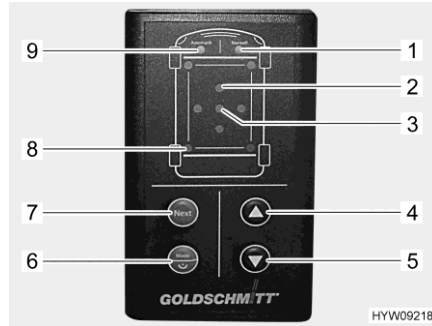

Fig. 44 Elemento de mando (apoyos de elevación hidráulicos)
Si el desequilibrio del vehículo es demasiado elevado, parpadea el LED rojo correspondiente "Inclinación" (Fig. 44,2). Seleccionar un soporte adecuado o manejar manualmente los apoyos de elevación bajo su propio riesgo.
Si por una depresión en el suelo, al extraer un apoyo de elevación, se ha alcanzado su longitud máxima, parpadean los LED "Funcionamiento manual" (Fig. 44,1) y "Modo automático" (Fig. 44,9) tres veces. En este caso, plegar los apoyos de elevación, colocar debajo apropiadamente el apoyo de elevación correspondiente, repetir entonces el proceso.
- Presionar la tecla "On/Off/modo de funcionamiento" (Fig. 44,6) durante más de 1 segundo. Después de conectarse, suena una señal acústica y se ilumina el LED "Modo automático" (Fig. 44,9).
- Pulsar brevemente "On/Off/modo de funcionamiento" (Fig. 44,6). El modo de funcionamiento cambia entre el funcionamiento manual y el modo automático. El LED correspondiente (Fig. 44,1 o Fig. 44,9) se ilumina.
- Pulsar la tecla "Extraer" (Fig. 44,5). Se efectúa automáticamente un procedimiento de alineación. Los LED "Apoyo de elevación" (Fig. 44,8) parpadean mientras los apoyos de elevación estén en movimiento. Si el vehículo está equipado con soportes abatibles: El movimiento de los apoyos de elevación se detiene después del despliegue para dar la oportunidad de colocarlos debajo. El LED "Modo automático" (Fig. 44,9) parpadea rápidamente.
- Volver a pulsar la tecla "Extraer" (Fig. 44,5). Se sigue efectuando el procedimiento de alineación.
- Pulsar la tecla "Plegar" (Fig. 44,4). Los apoyos de elevación se pliegan por completo. Los LED "Apoyo de elevación" (Fig. 44,8) parpadean mientras los apoyos de elevación estén en movimiento.
- En el modo automático, pulse brevemente la tecla "On/Off/modo de funcionamiento" (Fig. 44,6). Se ilumina el LED "Funcionamiento manual" (Fig. 44,1).
- Observar los LED "Inclinación" (Fig. 44,2). Un LED iluminándose indica que el vehículo debe elevarse por este lado.
- Pulse repetidamente la tecla "Next" (Fig. 44,7) hasta que el par de apoyos de elevación deseado quede seleccionado. Los LED correspondientes "Apoyo de elevación" (Fig. 44,8) se iluminan.
- Pulse repetidamente la tecla "Plegar" (Fig. 44,4) o la tecla "Extraer" (Fig. 44,5) hasta que se alcance la posición deseada.
- Pulse de nuevo la tecla "Next" (Fig. 44,7) hasta que otro par de apoyos de elevación deseado quede seleccionado. Continuar el proceso hasta que el vehículo esté alineado. El vehículo está alineado cuando el LED verde "Posición ok" (Fig. 44,3) se ilumina.
- Pulsar simultáneamente las teclas "On/Off/modo de funcionamiento" (Fig. 44,6), "Extraer" (Fig. 44,5) y "Plegar" (Fig. 44,4) y mantenerlas pulsadas durante 3 segundos.
- Después de una confirmación acústica y de la iluminación del LED "Posición ok" (Fig. 44,3), soltar las teclas. La posición se guarda como posición OK.